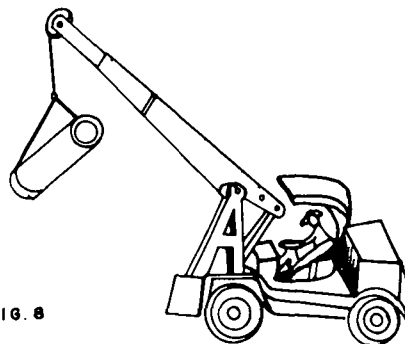

FIG. 8
- 3 — Os tubos de grandes diâmetros são descidos para a vala por retroescavadeira ou guindastes (fig. 8).